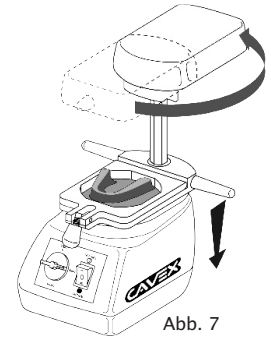

Abb. 7
5. Drehen Sie das Heizelement wieder nach hinten. Schalten Sie den Vakuummotor ein und ziehen Sie den Rahmen an den dazu vorgesehenen Hebeln bis über den Abdruck nach unten (Abb. 7). Lassen Sie den Motor laufen, bis die Platte abgekühlt ist.